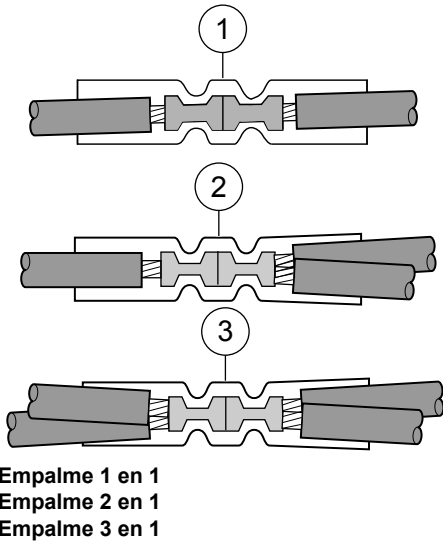
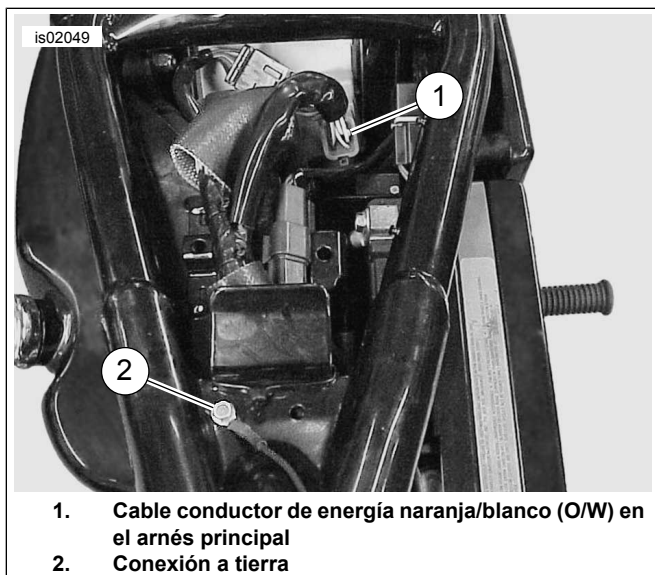
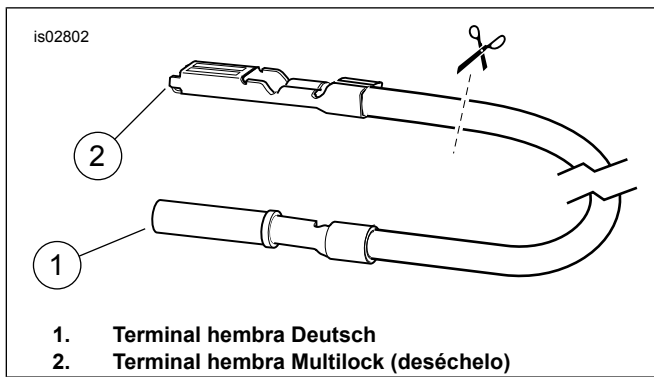

Figura 1. Configuraciones de empalmes
Figura 2. Ubicación del arnés de cables y conexión a tierra (XL de 2003 o anteriores)
Figura 3. Corte del terminal Multilock del cable conductor del adaptador
2. Use un conector de empalme sellado (6) del kit para empalmar el cable conductor negro del arnés del mini tacómetro a uno de los cables conductores negros (BK) que vienen del conector del grupo de instrumentos [20]. Vea Figura 1, la configuración de empalme 2 en 1.
3. Obtenga del kit un conector de empalme sellado (6). Vea Figura 1, la configuración de empalme 2 en 1. Empalme el cable conductor de la señal del arnés de cables del mini tacómetro y dos segmentos del cable conductor naranja/blanco (O/W) de la cavidad N° 2, de acuerdo con las instrucciones en el apéndice del Manual de servicio.
2. Obtenga del kit un conector de empalme sellado (6). Cuidadosamente corte y abra un área de la cubierta del arnés principal y corte un cable conductor de energía naranja/blanco (O/W) del arnés principal en un punto accesible. Vea Figura 1, la configuración de empalme 2 en 1. Empalme el cable conductor de energía del arnés de cables del mini tacómetro al cable conductor de energía del arnés principal, de acuerdo con las instrucciones en el apéndice del Manual de servicio.
6. Usando un conector de empalme sellado (6) del kit, empalme los dos cables naranja/blanco. Vea Figura 1, la configuración de empalme 1 en 1.
7. Instale el fusible de 2 A (8) del kit en la cavidad del fusible "P&A IGN" para completar el circuito. Instale los tres fusibles que se quitaron en el paso 2 en las cavidades correctas.
2. Vea Figura 2. Obtenga del kit un conector de empalme sellado (6). Cuidadosamente corte y abra un área de la cubierta del arnés principal y corte un cable conductor de energía naranja/blanco (O/W) del arnés principal en un punto accesible. Vea Figura 1, la configuración de empalme 2 en 1. Empalme el cable conductor de energía del arnés de cables del mini tacómetro al cable conductor de energía del arnés principal, de acuerdo con las instrucciones en el apéndice del Manual de servicio.
1. Corte y deseche el terminal en el cable conductor rosa (PK) de la señal del **arnés de cables del mini tacómetro**.
2. Obtenga del kit el cable conductor del adaptador de la señal (13) y un conector de empalme sellado (6). Vea Figura 3. Corte el terminal hembra Multilock del cable conductor del adaptador de la señal, cerca de ese terminal. Empalme el cable conductor del adaptador de la señal al cable conductor de la señal del arnés de cables del mini tacómetro, de acuerdo con las instrucciones en el apéndice del Manual de servicio.
3. Vea Figura 2 y Figura 3. Corte el terminal hembra innecesario del cable conductor del adaptador de la señal, cerca de ese terminal. Empalme el cable conductor del adaptador de la señal al cable conductor de la señal del arnés de cables del mini tacómetro, de acuerdo con las instrucciones en el apéndice del Manual de servicio.